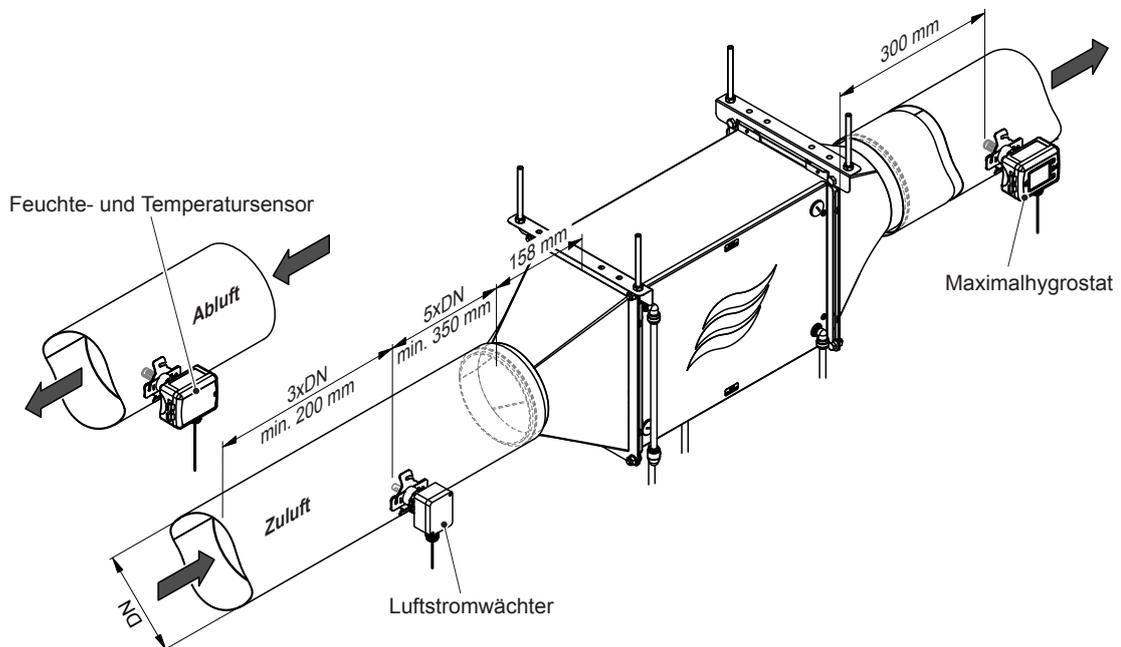
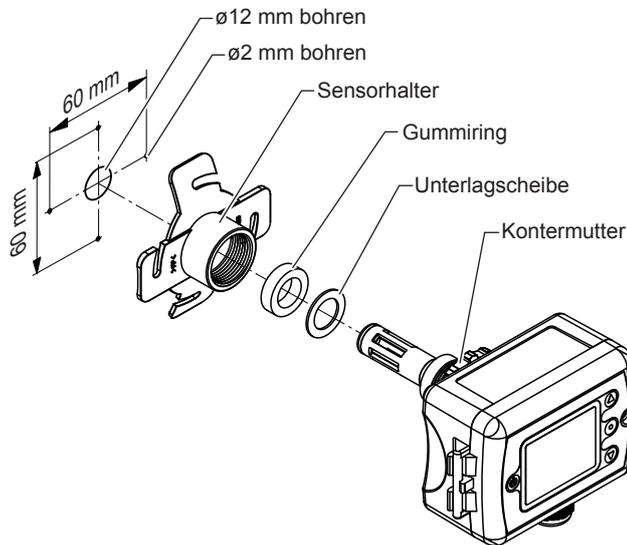
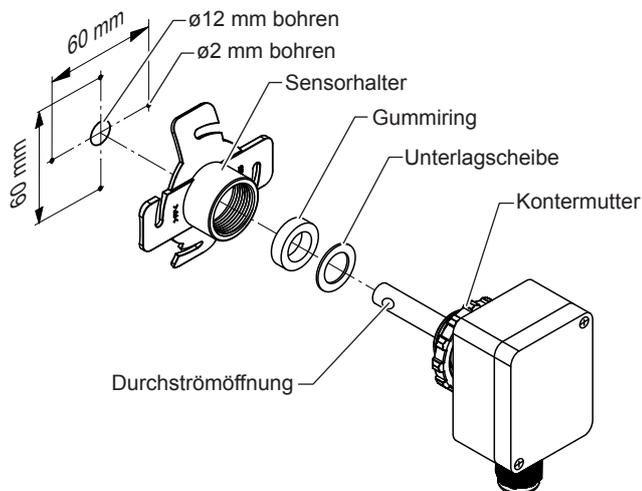

Abb. 29: Platzierung des Feuchte- und Temperatursensors und der Überwachungsgeräte
Abb. 30: Montage des Feuchte- und Temperatursensors und demaximalhygrostats
Abb. 31: Montage des Luftstromwächters
1. Die Befestigungslöcher ( $\varnothing 2$  mm) und das Einführungsloch für den Sensor ( $\varnothing 16$  mm) in den Lüftungskanal bohren (Platzierung siehe Abb. 29, Lochabstände siehe Abb. 30).
1. Die Befestigungslöcher ( $\varnothing 2$  mm) und das Einführungsloch für den Sensor ( $\varnothing 12$  mm) in den Lüftungskanal bohren (Platzierung siehe Abb. 29, Lochabstände siehe Abb. 31).